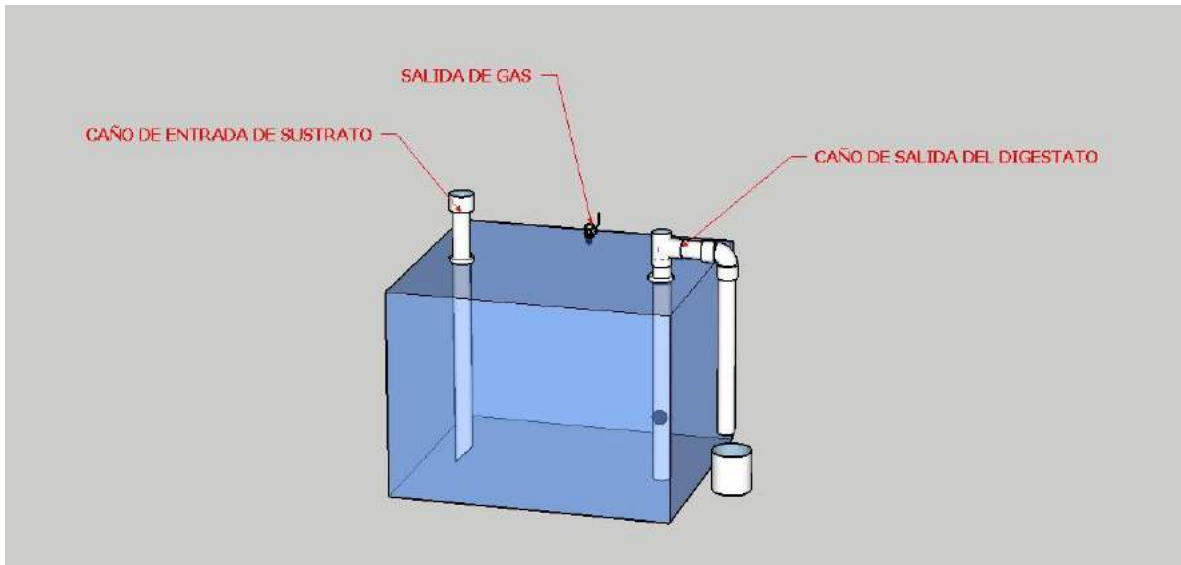

Imagen 2 Conexiones y orificios
a) Realizar dos agujeros de 50 mm de diámetro cada uno en la parte superior del tanque, tal como se muestra en la Imagen 2. Utilizar una mecha copa de la medida especificada. Estos orificios servirán de entrada para la colocación de los caños de PVC de alimentación y salida del digestato.
c) En el orificio para salida de gas (ver Imagen 2) deben colocarse una válvula de paso esférica metálica de $\frac{1}{2}$ " de diámetro, acoplada mediante unión roscada a un niple de bronce del mismo diámetro. Utilizar sellador o teflón entre los accesorios para evitar filtraciones.